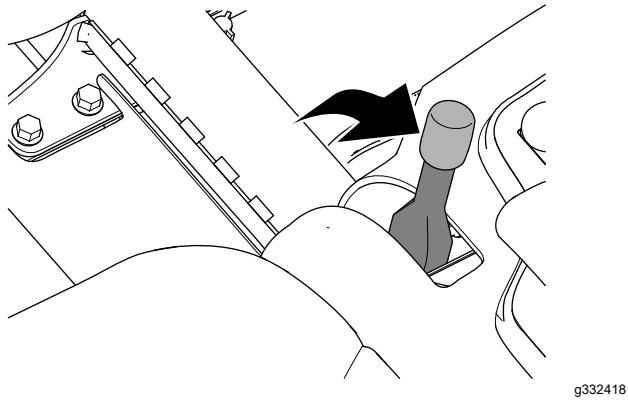

Bild 28
- Aktivieren Sie die Feststellbremse (Bild 28).